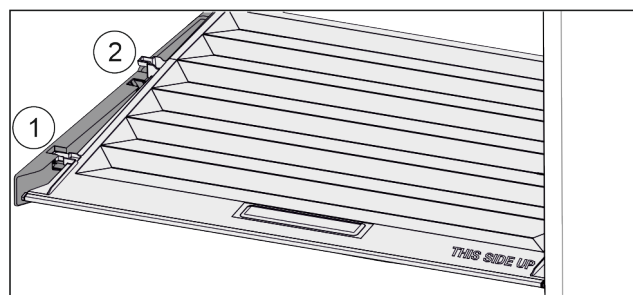

Fig. 26
- Tirer le couvercle vers l'avant jusqu'à l'orifice des pièces de retenue Fig. 26 (1).
- Le soulever par le bas à l'arrière et le sortir par le haut Fig. 26 (2).